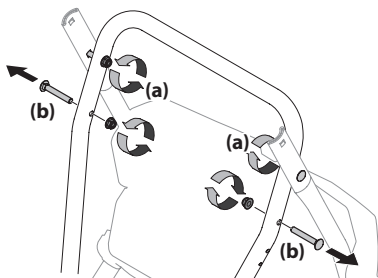
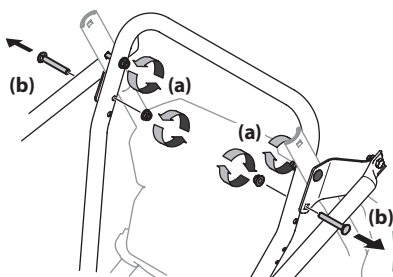

Figura 2-2
Figura 2-3
2. Afloje las dos tuercas superiores (a) que fijan la manija superior e inferior y extraiga los dos tornillos del carro (b) de la manija inferior y póngalos aparte como se muestra en la Figura 2-2 o Figura 2-3 para unidades con soportes laterales.